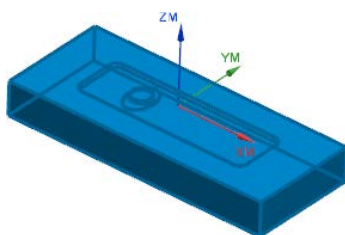

图 7.4 部件几何体
Step3. 在图形区中框选整个零件为部件几何体，如图 7.4 所示。在“部件几何体”对话框中单击 **确定** 按钮，完成部件几何体的创建，同时系统返回到“铣削几何体”对话框。